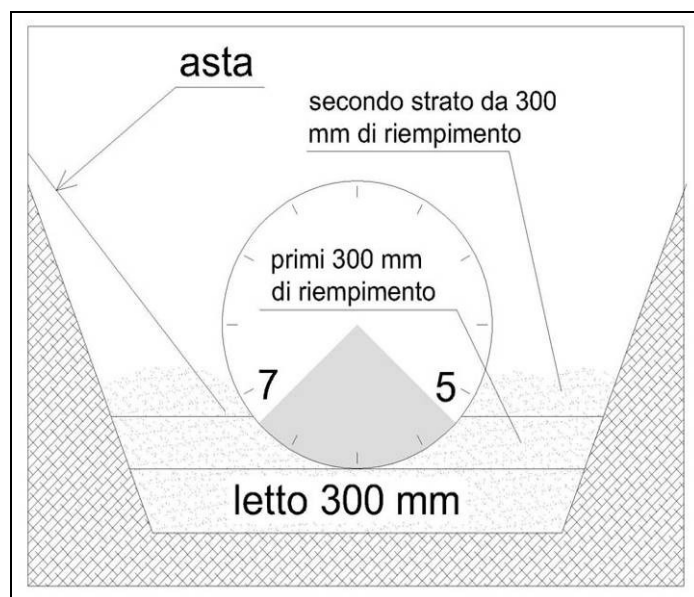

Figura 12 Inserimento secondo strato di riempimento
- Dopo aver poggiato il manufatto sul letto di posa, mettere altri 300mm di materiale di riempimento (figura 12), intorno al manufatto.
- ☐ Ripartire e compattare (eliminando i vuoti) tutto il materiale di riempimento tra le ore 5 e le ore 7 (riferimento angolare) come in figura 12, per tutta la lunghezza del manufatto ed anche intorno alle due calotte (estremità).
- Mettere i primi 300mm di materiale di riempimento (figura 12), intorno al manufatto.
- Ripartire e compattare (eliminando i vuoti) tutto il materiale di riempimento tra le ore 5 e le ore 7 (riferimento angolare) come in figura 12, per tutta la lunghezza del manufatto ed anche intorno alle due calotte (estremità).